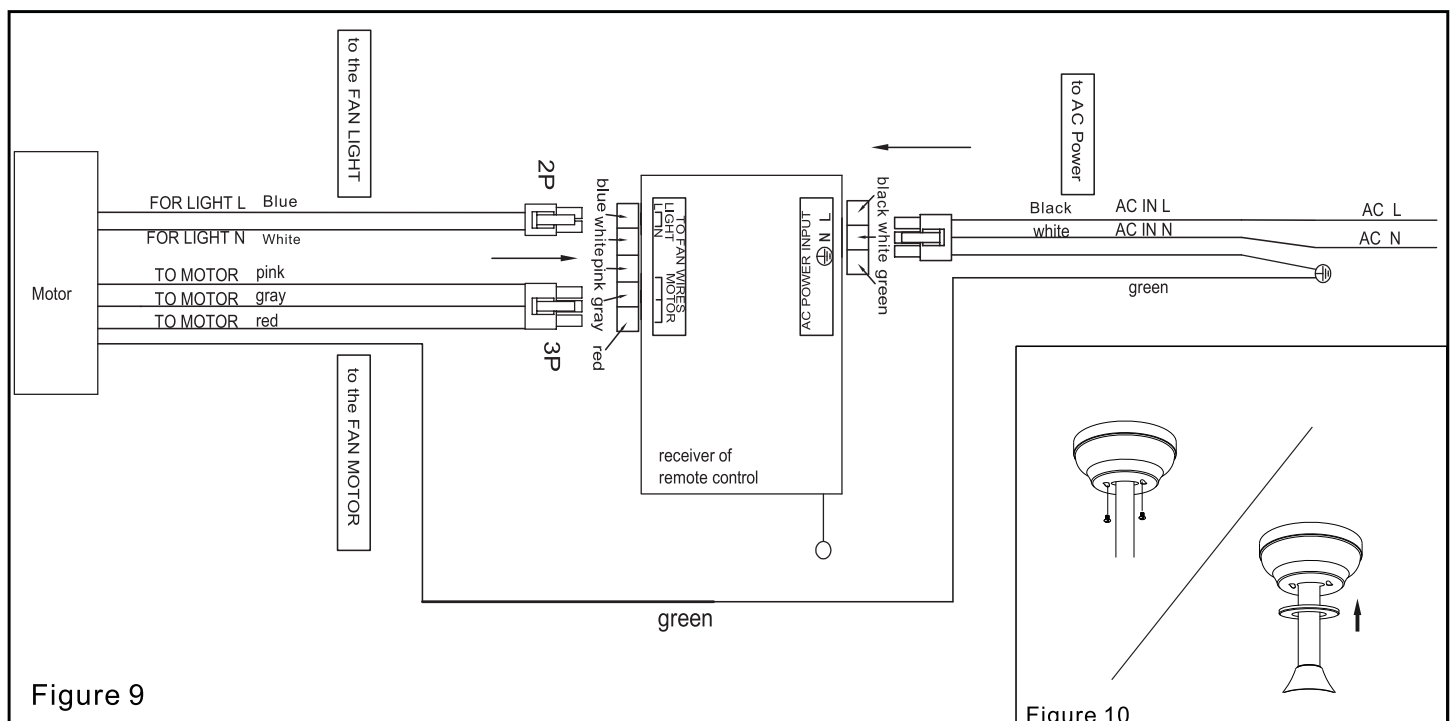

Figure 9
- Branchez les connecteurs verts de l'assemblage du moteur du ventilateur et du support de suspension. (Figure 9)